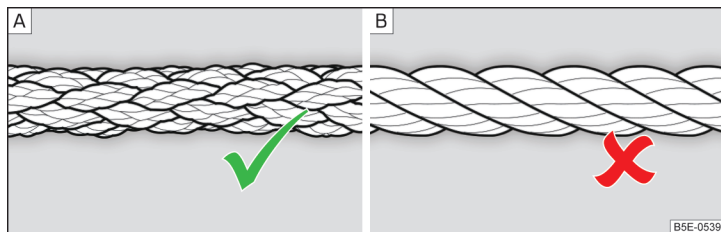

Abb. 246 Geflochtenes Abschleppseil / Gewundenes Abschleppseil
Zum Abschleppen mittels eines Abschleppseils nur ein geflochtenes Kunstfaserseil » Abb. 246 - [A] verwenden » !.
- Zum Abschleppen ist kein gewundenes Abschleppseil zu verwenden » Abb. 246 - [B], die Abschleppöse könnte sich am Fahrzeug herausdrehen - es besteht Unfallgefahr.